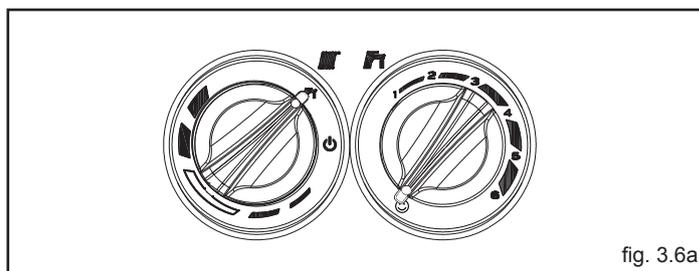

fig. 3.6a
Preriscaldamento (acqua calda più veloce): ruotando la manopola regolazione temperatura acqua sanitaria (fig. 3.6a) sul simbolo si attiva la funzione preriscaldamento, il visualizzatore (4) mostra il simbolo **P** fisso. Riportare la manopola di regolazione temperatura acqua sanitaria nella posizione desiderata.